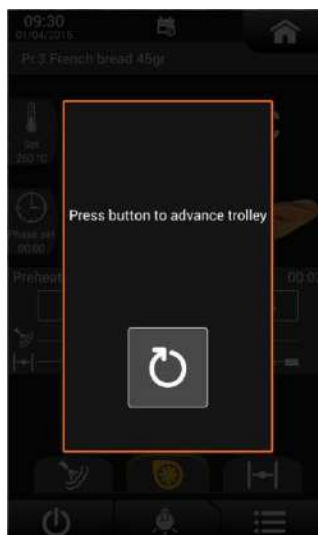

Рисунок 51
- **Немедленная остановка:** тележка немедленно останавливается при открытии дверцы, и появляется всплывающее окно с надписью: «НАЖМИТЕ КНОПКУ, ЧТОБЫ ПЕРЕМЕСТИТЬ ТЕЛЕЖКУ». Нажмите указанную кнопку, чтобы вручную контролировать вращение тележки до конца хода (Рисунок 51).